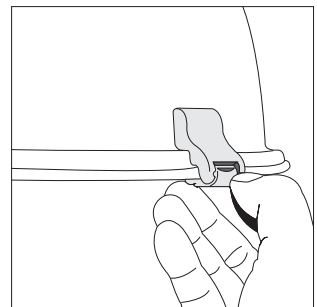

Abb.5
- d) Zum Öffnen des Apparates den Schliesshaken gegenüber des Scharniers betätigen durch Drücken nach unten an der in Abb.5 angegebenen Stelle.